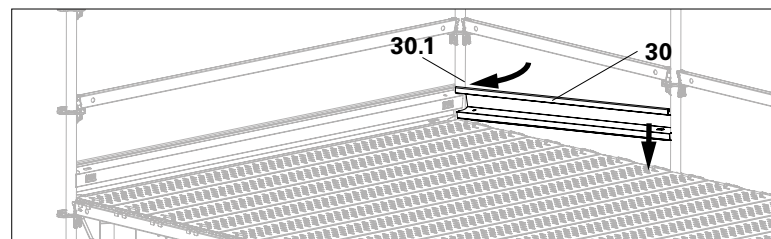

Abb. A5.04a
- Bordblech UPY (30) von außen her mit großem Rohrausschnitt (30.1) zuerst links einsetzen. (Abb. A5.04a)